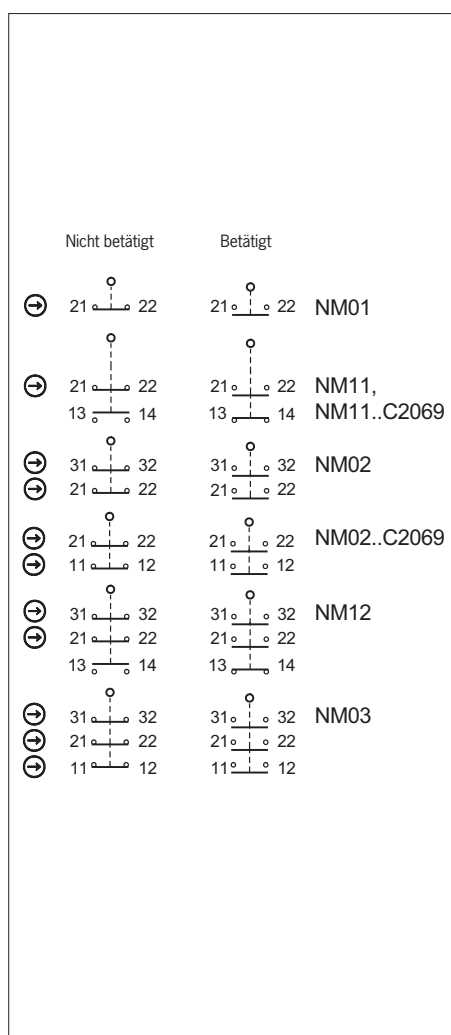

Bild 3: Schaltelemente und Schaltfunktionen
Es muss mindestens ein Kontakt (⊖) verwendet werden. Dieser signalisiert die Stellung der Schutzeinrichtung (Kontaktbelegung siehe Bild 3).
3. Anschließen und Klemmen mit 0,5 Nm anziehen (Kontaktbelegung siehe Bild 3).